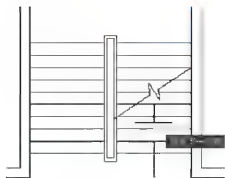

图 2.125 确定上行箭头杆终点的位置
(3) 在指定下一个点或 [圆弧 (A) / 半宽 (H) / 长度 (L) / 放弃 (U) / 宽度 (W)]: 提示下, 关闭【对象捕捉】功能, 将光标垂直向上拖动至如图 2.125 所示的位置, 并单击, 这样就绘出了上行箭头的杆。